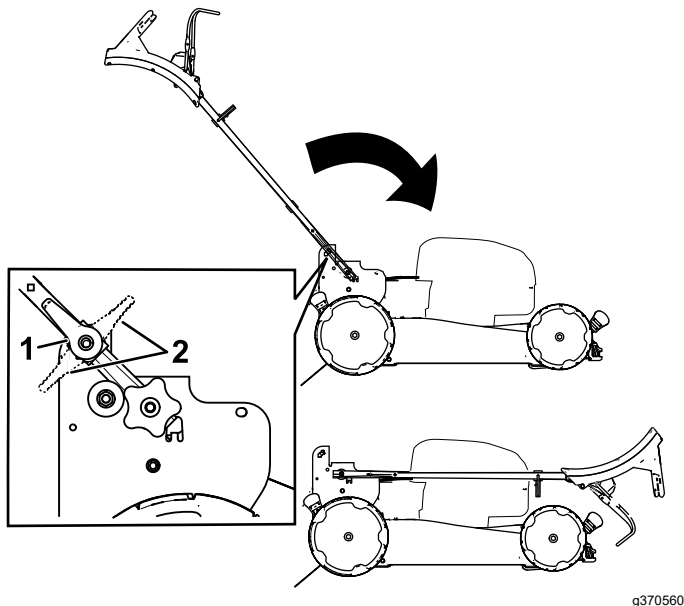

Figura 23
2. Decuplați închizătoarele mânerului (Figura 23).
3. Pliați mânerul complet în față (Figura 23).